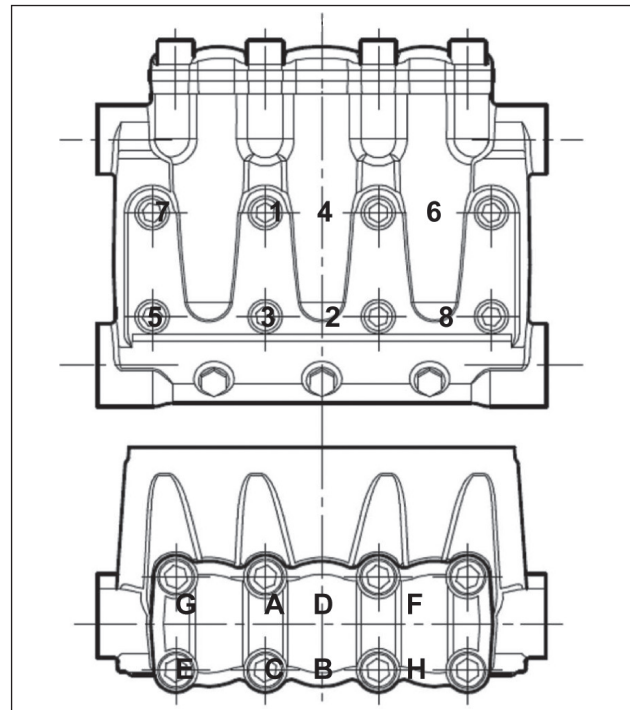

Fig. 34
** Les vis de fixation de la tête, rep. vue éclatée 47, doivent être serrées avec une clé dynamométrique en respectant l'ordre indiqué sur le schéma (Fig. 34).
*** Les vis de fixation du couvercle des soupapes, rep. vue éclatée 45, doivent être serrées avec une clé dynamométrique en respectant l'ordre indiqué sur le schéma (Fig. 34).